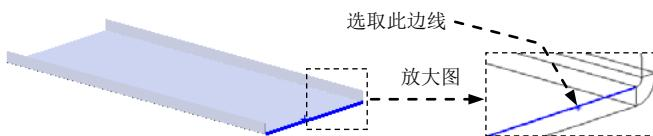

图 17.7.54 定义特征的边线
(1) 选择命令。选择下拉菜单 $\text{插入(I)} \rightarrow \text{钣金(W)} \rightarrow \text{边线法兰(E)...}$ 命令，系统弹出“边线法兰”对话框。
(2) 定义特征的边线。选取图 17.7.54 所示的模型边线为生成的边线法兰的边线。
(3) 定义法兰参数。在 角度(G) 区域中的 文本框 中输入角度值 90.0。在“边线法兰”对话框 法兰长度(L) 区域的下拉列表中选择 给定深度 选项，输入深度值 15.0。在此区域中单击“内部虚拟交点”按钮 图标 。在 法兰位置(N) 区域中，单击“材料在内”按钮 图标 ，选中 剪裁侧边折弯(T) 复选框。
(4) 单击 \checkmark 按钮，完成边线—法兰 3 的初步创建。